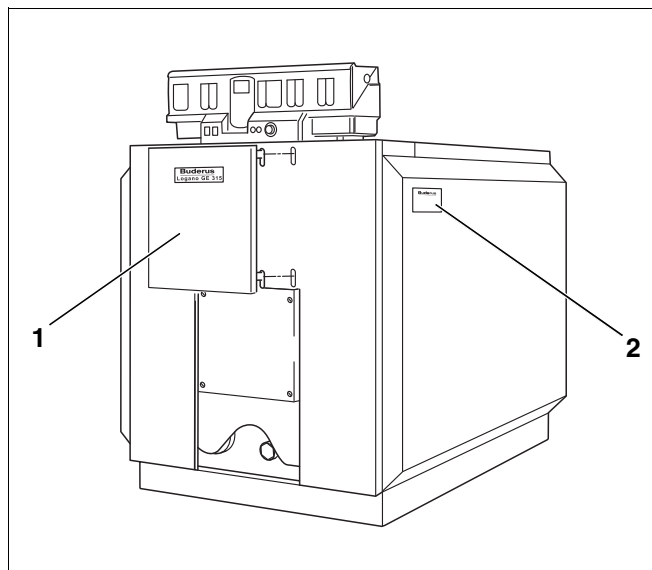

Рис. 42 Установка экрана дверцы горелки
- Навесить экран дверцы горелки на переднюю стенку (рис. 42, **поз. 1**).
- Наклеить маркировочную табличку (рис. 42, **поз. 2**) слева или справа на котел так, чтобы она была хорошо видна.